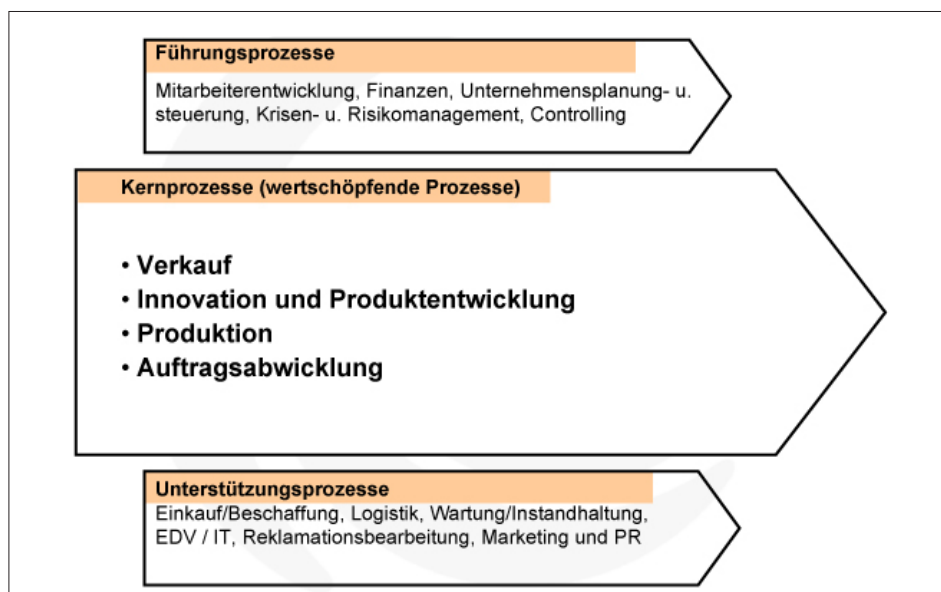

Abbildung 3: Prozessübersicht (eigene Darstellung)
- ▶ **Unterstützungsprozesse (auch Support- oder Hilfsprozesse):** Unterstützungsprozesse dienen der Wertsicherung des Unternehmens z.B. Instandhaltung, Schulung. Führungs- und Unterstützungsprozesse erbringen als »interne Zulieferer« Leistungen für Kernprozesse (interne Kunden/-innen) (siehe Abbildung 3).